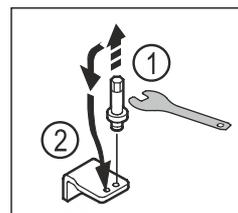

Fig. 19
- ▶ Bolzen des unteren Lagerbocks mit Außensechskantschlüssel SW5 herausdrehen. Fig. 19 (1)
- ▶ Bolzen auf der Gegenseite einsetzen. Fig. 19 (2)